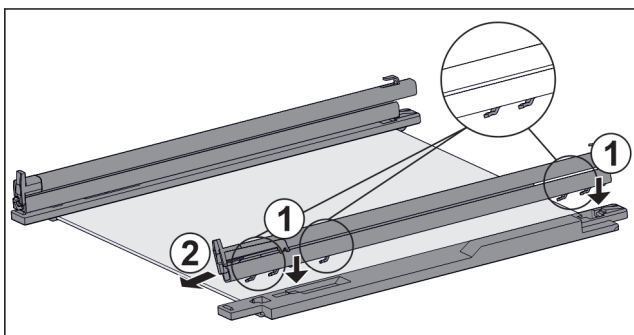

Fig. 115 Стеклопанель с направляющими и крепежными элементами
- ▶ Поместите крючки направляющей в отверстия **левого** крепежного элемента. Fig. 115 (1)
- ▶ Потяните направляющую вперед. Fig. 115 (2)
- ▶ Поместите крючки направляющей в отверстия **правого** крепежного элемента. Fig. 115 (1)